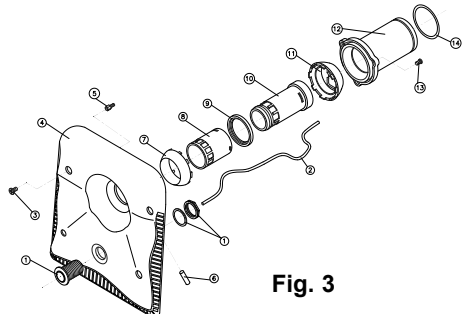
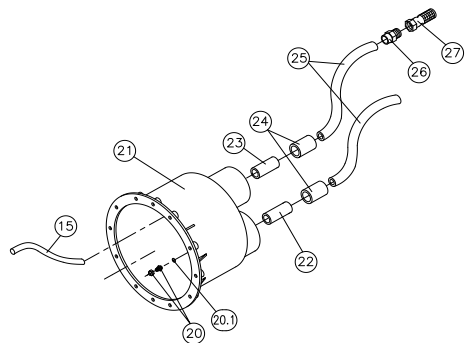

Fig. 3
Fig. 2
Le tube transparent (n° 2, fig. 2) sera connecté au micro-interrupteur situé dans le haut à droite du coffret; il importe de s'assurer qu'il n'est pas plié.
3.1 Um das Gehäuse (Nr.21, Fig.2) an einer Betonwand anzubringen, brauchen Sie nur die im Kapitel 2 (Aufstellungsort) angegebenen Anweisungen durchzuführen.
4.1 Das Gehäuse wird mit den schon eingebauten Rohren Nr.22 und 23, (Fig.2) geliefert; außerdem wird eine der Hülzen (Nr.24, Fig.2) im Rohr Nr.22. verleimt geliefert. Sobald wir das Gehäuse gemäß der Anweisungen des Kapitels 2 an der Wand befestigt haben, nehmen wir die Installation der Luft- und Pneumatikleitungen vor.
Diese Leitung besteht aus einer Hülse (Nr.24), einem Schlauch (Nr.25), einem Außengewinde (Nr.26) und einem Fußventil (Nr.27). Alle diese Teile werden montiert geliefert, weshalb wir nur das Ende der Hülse (Nr.24) am schon im Gehäuse installierten Rohr (Nr.23) ankleben müssen. Es ist wichtig, das Luftleitungsrohr an der Wand des Aufstellungsorts zu befestigen und darauf zu achten, daß das Fußventil im obersten Teil liegt, womit wir die Ansaugung von Schmutz vermeiden (siehe Fig. 8, Seite 42). Schließlich installieren wir noch den Schlauch (Nr.15, Fig. 2), indem wir ihn mit Druck in die Kanüle einführen, die sich im Inneren des Gehäuses befindet (siehe Fig.5, Seite 39).
Diese Leitung besteht aus einem Rohr(Nr.22), einer Hülse (Nr.24) und einem Schlauch (Nr.25). Da das Rohr (Nr.22) und die Hülse (Nr.24) schon im Gehäuse installiert sind, müssen wir nur das Rohr (Nr.25) anleimen. Bevor wir das Ende des Rohrs (Nr.25) an der Hülse (Nr.24) befestigen, führen wir das Transparentrohr (Nr.2, Fig.3) durch die Öffnung des Gehäuses ein und befestigen es mittels der dort vorhandenen Zwinne (Nr.20 und 20.1, Fig.2). Nach Durchführung dieser Operation verleimen wir das Rohr (Nr.25) mit der Hülse (Nr.24). Das Ende des Rohrs (Nr.2, Fig. 3) wird nun an den Mikroschalter angeschlossen, der sich auf einer Seite der Hidropneumatiktafel befindet, welche im HIDROJET einbegriffen ist.